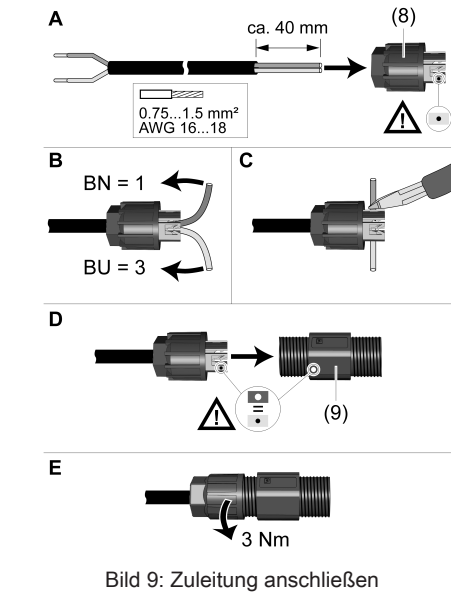

Bild 9: Zuleitung anschließen
- i** Die Steckverbinder lassen sich maximal 10 Mal wiederverbinden. Da die Kontaktierung über Schneidklemm-Technik erfolgt, müssen bei jedem neuen Steckvorgang die schon einmal kontaktierten Einzeladern abgeschnitten und erneut in die Überwurfmutter eingefädelt werden. Dieser Vorgang ist identisch mit dem Anschluss der Zuleitung (Bild 9).